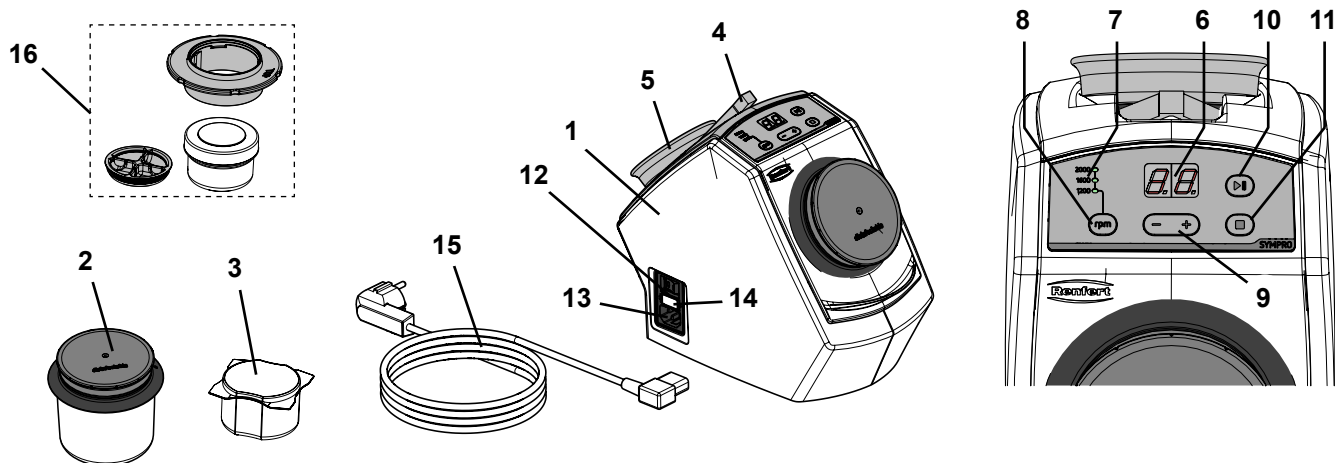

Fig. 1
- ⇒ Coloque a pinça e o imã de fixação fornecidos nas cavidades correspondentes situadas no lado posterior do aparelho (Fig. 1).
- ⇒ Escolha o cabo elétrico (15, Fig. 1) com o plugue adequado ao seu país.
- ⇒ Ligue o cabo elétrico (13, Fig. 1) à ligação da rede elétrica.
- ⇒ Ligue o aparelho no interruptor principal (12, Fig. 1).
- ⇒ Encha o copo de limpeza (2, Fig. 1) com 75 g de agulhas de limpeza (corresponde a uma embalagem individual).
- ⇒ Encha o minicopo SYMPRO (16, Fig. 1) com ~ 5 g de agulhas de limpeza.
⇒ Ajustar o tempo de limpeza com as teclas + / - (9, Fig. 1) (intervalo de ajuste: 0 a 30 min.).
⇒ Ajuste a rotação com a tecla de seleção da rotação (8, Fig. 1).
- ♦ A rotação selecionada aparece na indicação da rotação (7, Fig. 1).